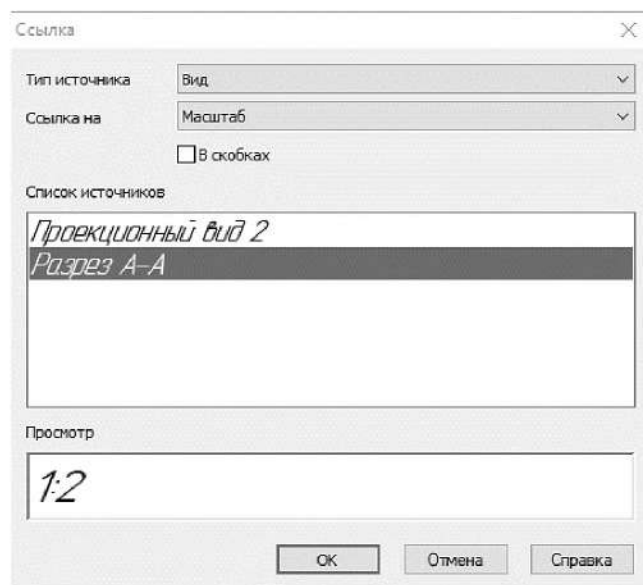

Рисунок 4.21. Выбор источника ссылки
1.6.2 В диалоговом окне **Ссылка** укажите строку **Разрез А-А** и нажмите кнопку **ОК** (рисунок 4.21).